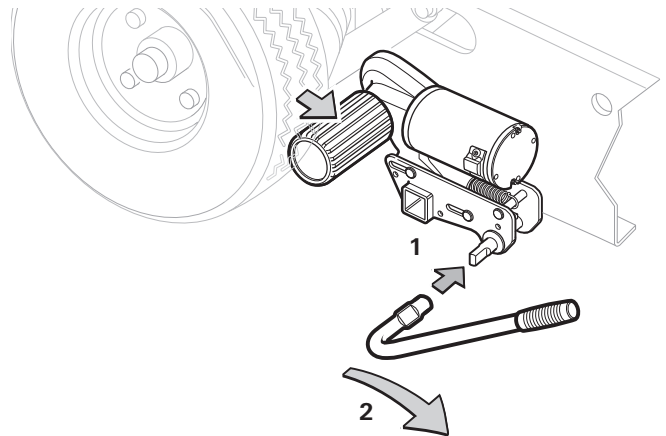
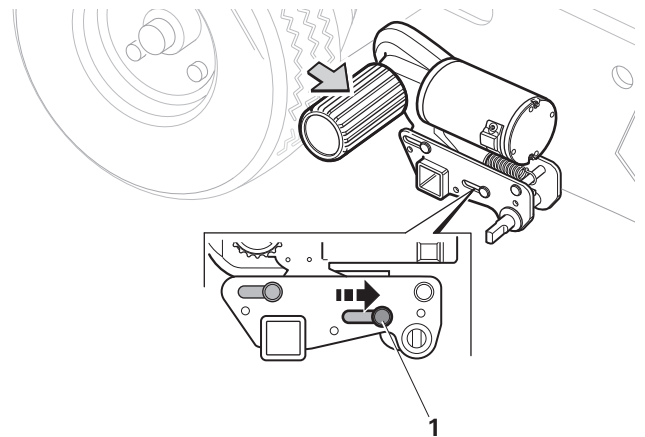

Figura 9
Figura 10
– Introducir la palanca de presión en el eje de presión (figura 9 - 1).
– Girar la palanca de presión en la dirección de la flecha (en dirección opuesta a la rueda del vehículo) (figura 9 - 2) hasta que el rodillo impulsor encaje de modo seguro en la posición final. El indicador de posición de la carcasa está ahora establecido en «X» (figura 10 - 1).